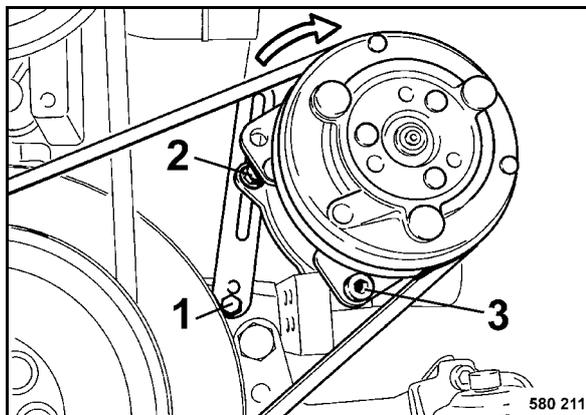

Рис. 139
- Слегка ослабить крепежные винты 1, 2 и 3 (Рис. 139).